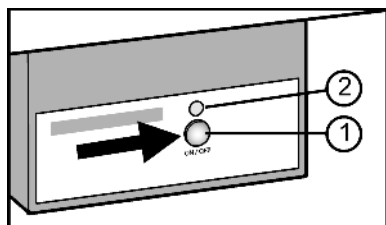

Fig. 4
- Appuyer sur la touche On/Off Fig. 4 (1) afin que la DEL Fig. 4 (2) s'allume.